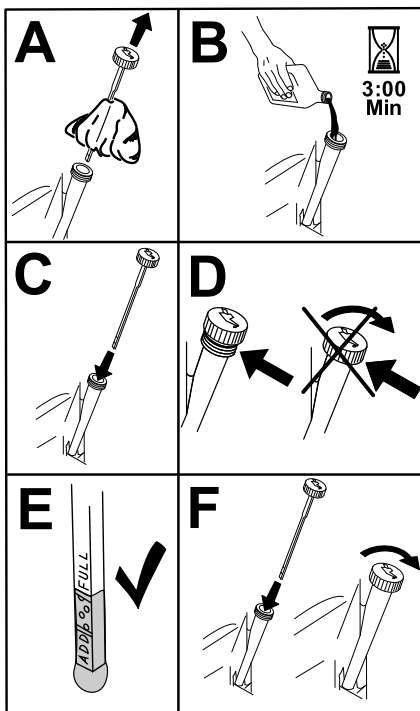

Bild 45
5. Gießen Sie langsam ungefähr 80 % der angegebenen Ölart in den Einfüllstutzen und füllen Sie dann vorsichtig mehr Öl ein, um den Ölstand an die **Voll**-Markierung zu bringen (Bild 45).